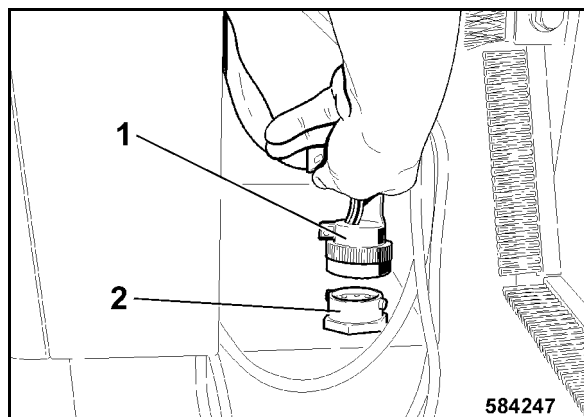

Bild 193
- Pistä pistoke 1 (Bild 193) pistorasiaan (2).